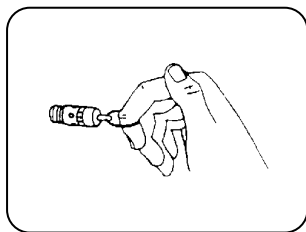

FIGURA 8.2
11. Verifique o funcionamento do purgador manual ou automático (Figura 8.2) (ajuste dos botões de tempo no purgador ou ajuste dos parâmetros P100 e P101, conforme a versão do produto).